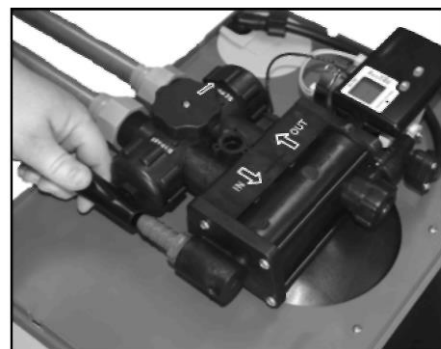

Рисунок 5: Подсоедините сливную линию
- А. Вкрутите сливной патрубок (см. Рисунок 5) в сливное отверстие таким образом, чтобы снаружи было видно менее трех витков резьбы. Для предотвращения утечки, оберните резьбу сливного патрубка тремя витками тефлоновой ленты, шириной $\frac{1}{2}$ дюйма.
- Б. Подсоедините сливную линию к сливному отверстию (См. Рисунок 5) с помощью гибкого шланга с внутренним диаметром $\frac{5}{8}$ " (~16 мм), входящего в комплект поставки. Уменьшение диаметра не допускается.